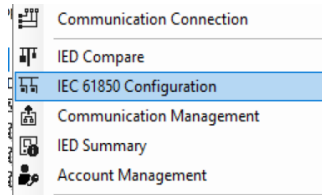

Imagen 331_Configuración de comunicación del relevador REX640.
- 5.1.10 Para la comunicación GOOSE del primer relevador añadido nos iremos a la bahía del relevador, damos clic derecho en este, en nuestro caso al “*REX640*”, posteriormente seleccionamos “*IEC 61850 Configuration*” como se muestra en la **Imagen 331**.